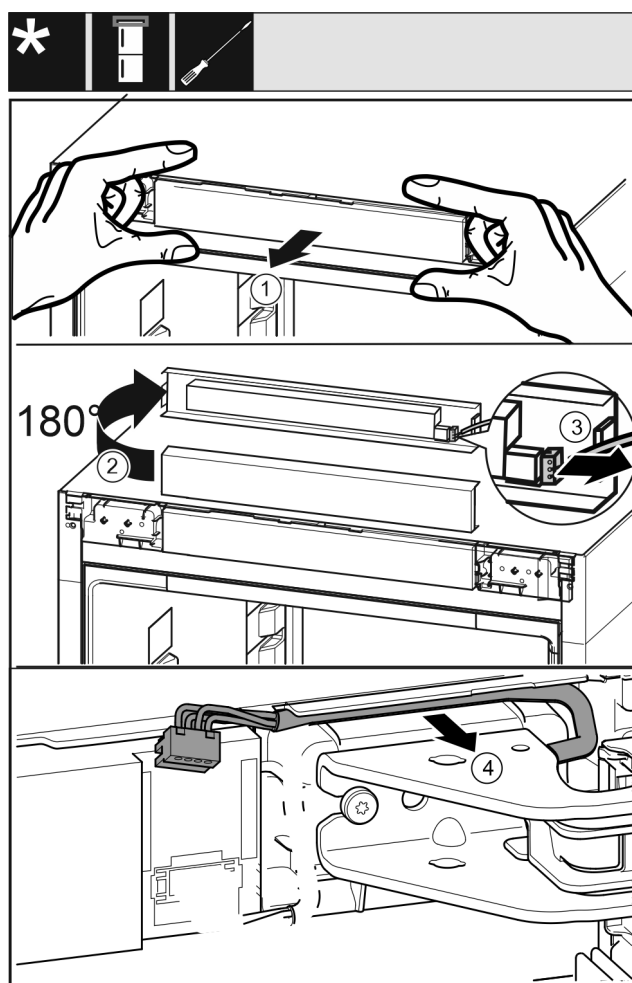

Fig. 19
- ▶ Óvatosan válassza le a készülék kezelőpaneljét előrefelé. Fig. 19 (1)
- ▶ Fordítsa el a kezelőpanelt felfelé 180°-kal. Fig. 19 (2)
- ▶ Nyomja hátrafelé a reteszelő bütyköt, és óvatosan húzza ki a dugót. Fig. 19 (3)
- ▶ Óvatosan vegye ki a kábelt a csapágyblokk felett a vezetősinből. Fig. 19 (4)